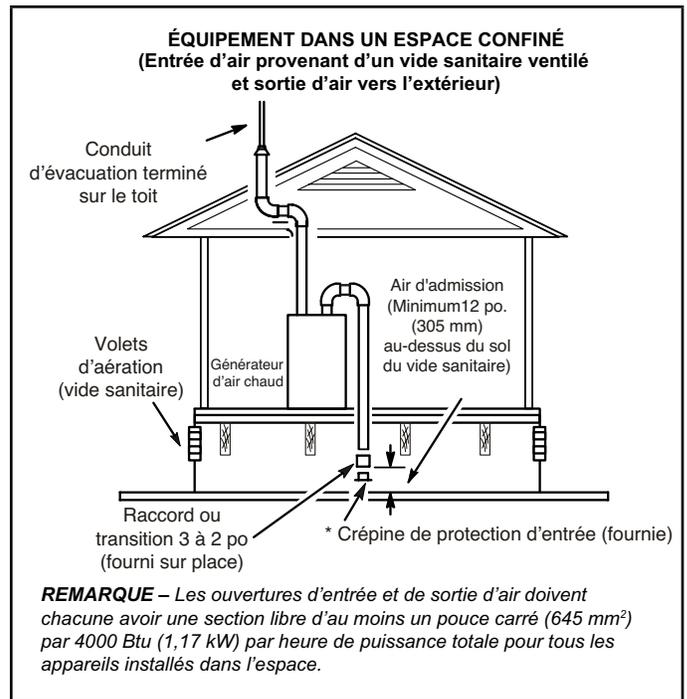

FIGURE 31
- 2 - Si l'air d'admission est prélevé dans un vide sanitaire ventilé (FIGURE 31) ou un grenier ventilé (FIGURE 32), la longueur de l'évacuation ne doit pas dépasser celle indiquée au TABLEAU 8. Si un tuyau de 3 po de diamètre est utilisé, réduisez-le à 2 po de diamètre pour pouvoir installer la crépine anti-résidus.